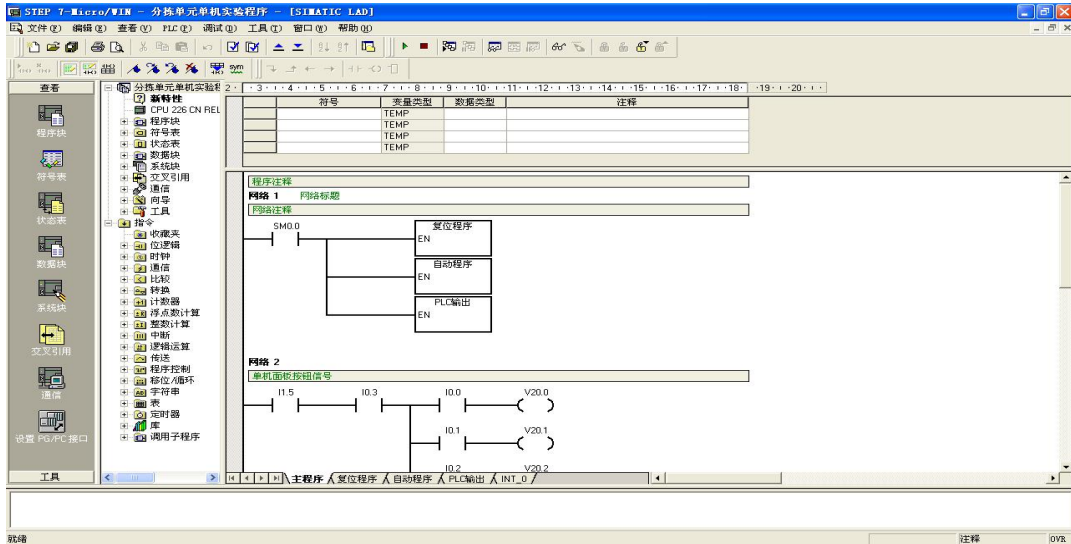

图 1-11-10 分拣输送单元单机实验程序
- 3、将西门子编程电缆（PPI）连接到分拣单元的 PLC 和计算机上，启动计算机，运行 STEP7-MicroWIN 软件，打开资料库的实验文件夹中“分拣单元单机实验程序.mwp”，出现如图 1-11-10 所示界面；